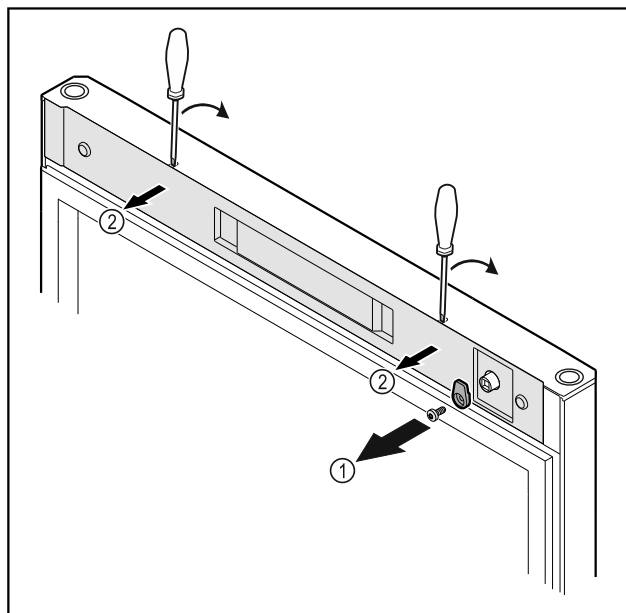

Fig. 16
- ▶ Odvrnite kuke za zatvaranje Fig. 16 (1).
- ▶ Odvojite poklopac Fig. 16 (1) malim odvijačem i skinite ga.